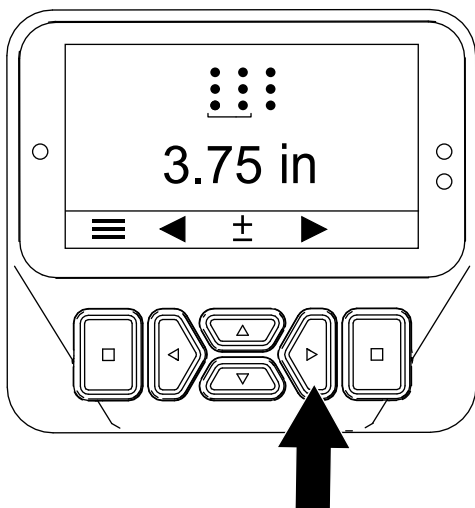

Figura 48
5. Apăsai butonul dreapta pentru a afia ecranul Setting the Hole Spacing (Setare distanță dintre găuri) (Figura 48).
6. Apăsai butonul dreapta pentru a afia ecranul Setting the Tine Diameter (Setare diametru dinte) (Figura 48).